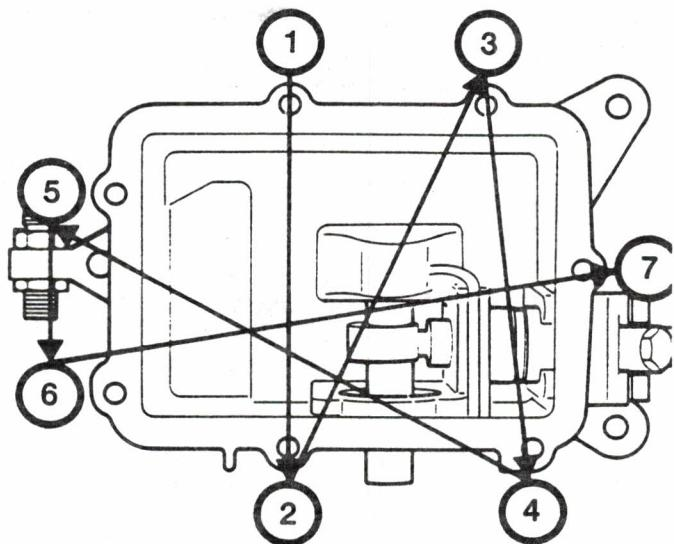

Bild 29 Anzugsreihenfolge,
- Beim Zusammenbau neue Kurbelgehäuse-dichtung verwenden. Gehäuse-Dichtflächen reinigen und entfetten. Silikon-Dichtmasse, z.B. Omnivisc 2000 oder Elastosil E41, gleichmäßig und sparsam auftragen, Dichtung einlegen und Gehäuse mit dem vorgeschriebenen Drehmoment gemäß 4.1.3 verschrauben. Anzugsreihenfolge siehe Bild 29.